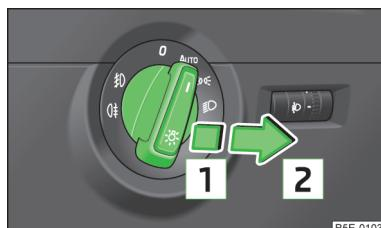

Fig. 32
- Gire el conmutador de luces a la posición **AUTO**,  o  » fig. 32.
- Gire el conmutador a la posición **AUTO** o  o bien  » fig. 32 de la página 63.